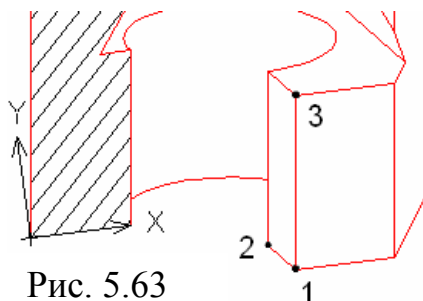

Рис. 5.63
b) точка на положительном луче оси X (Specify point on positive portion of X-axis) – точка **2** (рис. 5.63);
c) точка на положительном луче оси Y (Specify point on positive-Y portion of the UCS XY plane) – точка **3** (рис. 5.63).